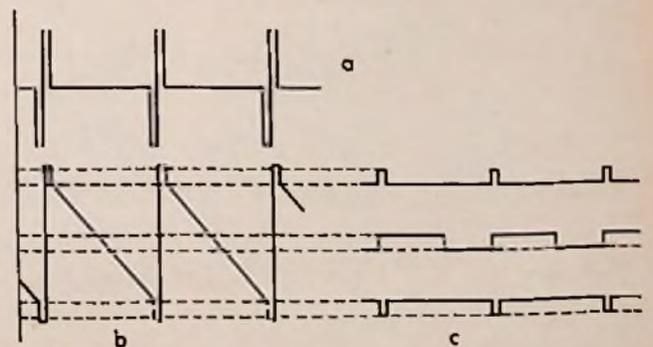

Bild 4a. Verdrängung von oben nach unten
5. Verdrängung von oben nach unten (Bild 4a),